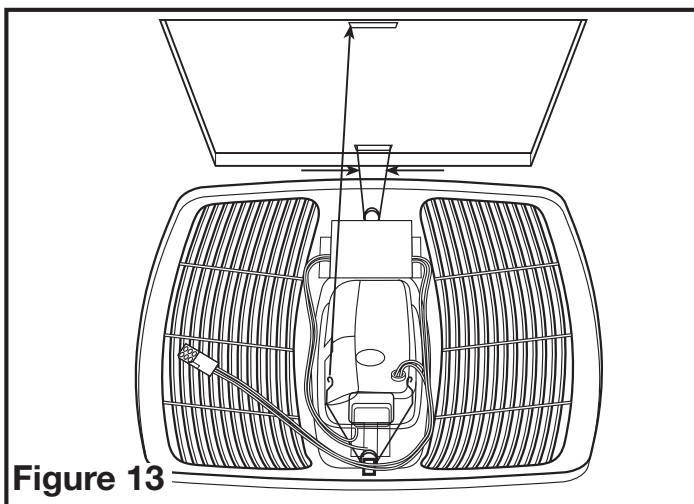

Figure 13
5. Installez la grille en pressant les ressorts ensemble pour les installer dans la fente la plus éloignée du compartiment de câblage sur le boîtier du ventilateur. Attachez le câble à connexion rapide de 6 broches de la grille au connecteur de 6 broches sur le dessus du couvercle du compartiment de câblage. Le câble ne s'insère que d'une façon dans la prise. Installez l'autre ressort et poussez la grille vers le haut en place (Figure 13).